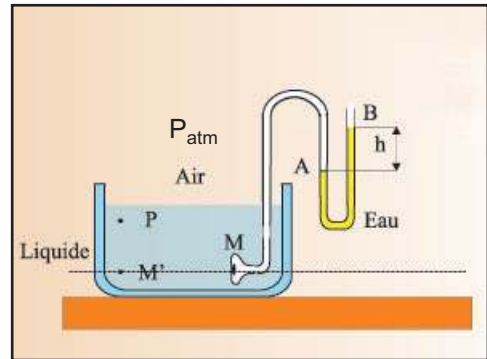

Fig.21
5.1. La dénivellation dans le tube en U représenté sur le schéma (Fig.21) vaut $h = 5 \text{ cm}$. Calculer la pression p_A au point A sachant que $p_B = p_{\text{atm}} = 10^5 \text{ Pa}$. Cette pression est celle qui règne également au point M.